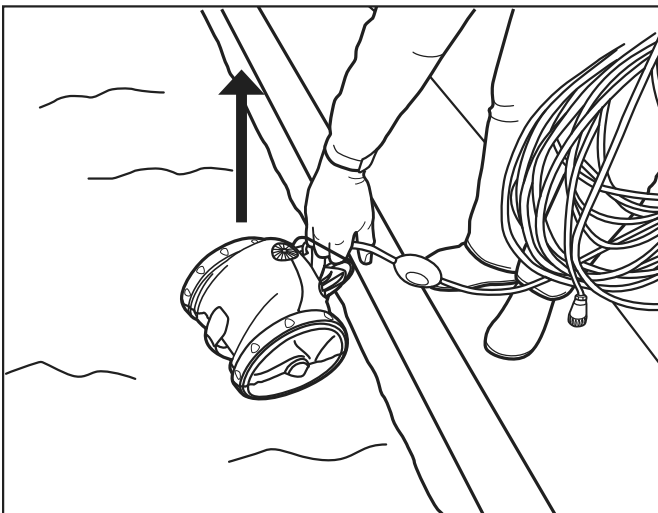

Figure 8. Maintenir le nettoyeur en position verticale pour faire écouler l'eau
2. Soulever le Polaris 9100 Sport de la piscine à l'aide de la poignée. Vider le reste de l'eau du nettoyeur en maintenant le nettoyeur à la verticale. Se référer à la Figure 8.